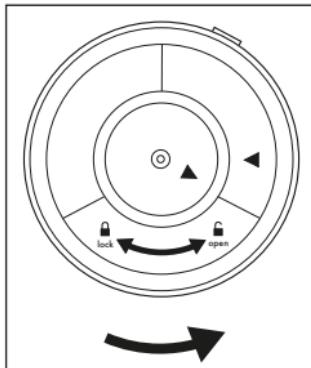

Fig. 1
2. Retournez l'appareil principal 7 sur la tête pour accéder à la fermeture du compartiment à piles 13. Tournez la fermeture du compartiment à piles 13 dans le sens antihoraire dans le sens **open** ↗, jusqu'à pouvoir retirer la fermeture du compartiment à piles 13 (voir fig. 1).